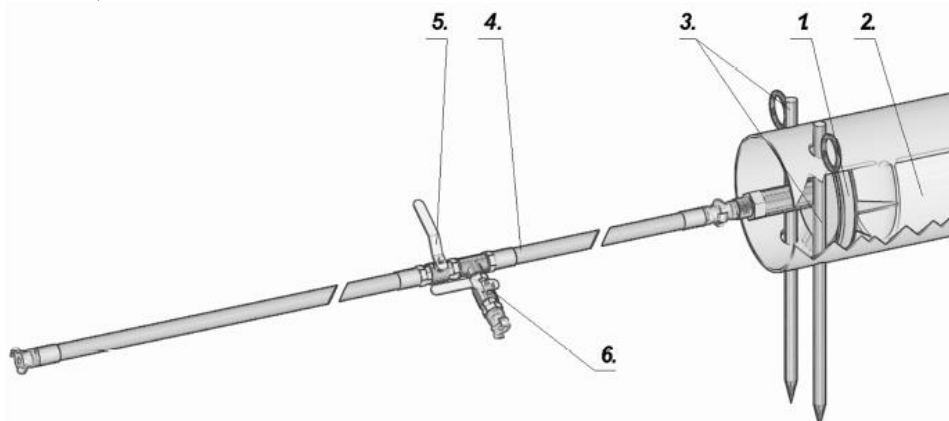

Figura 9.11.1
k) Schimbati in lubrifiantul sensul rachetei MAX (R) in revers.
Pentru a curata tevile, aveti nevoie de urmatoarele: Placa de blocare (1) (marimea utilizata depinde de diametrul tevilor), Piston (2), Bolturi de blocare (3) Pentru fixarea placii de blocare, Furtun de aer (4) cu supape (5,6) (Figura 9.11.1, precum si la nevoie o masina de gaurit sau un aparat de sudura/taiere oxi-acetilenic (cu flacara).